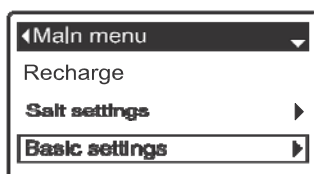

РИС. 39
1. С любого прокручивающегося экрана статуса нажать кнопку ВЫБОР (O) для отображения **Главного меню**.
2. Нажать кнопку ВНИЗ (▼) и прокрутить опции меню до выделения надписи **Базовые установки** (См. Рисунок 39).